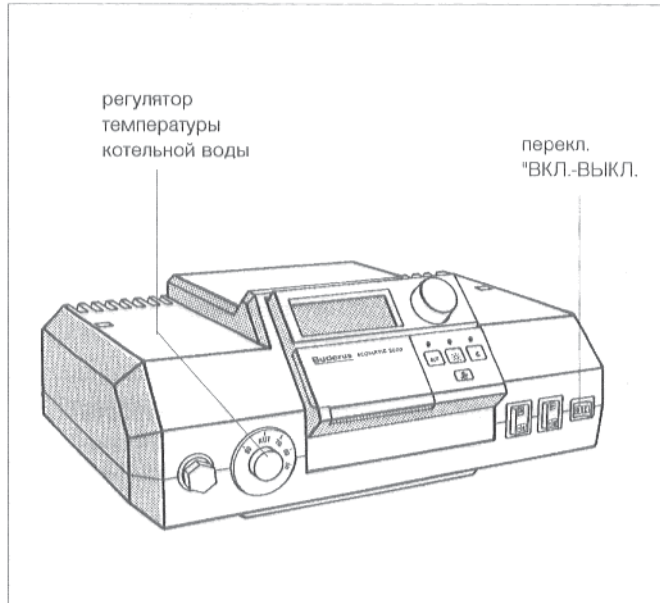

Рис. 28: система регулирования 2000
- Установить переключатель режима работы (рис. 28 или 29) на позицию I (ВКЛ.).
- Установить регулятор температуры котельной воды (рис. 28 или 29) на "AUT".